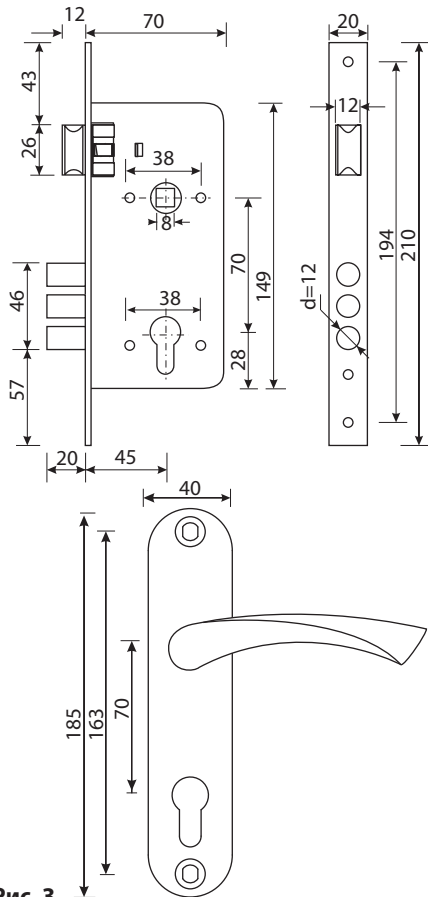

Рис. 3
2. Определите место установки замка и нанесите разметку в соответствии с размерами замка (Рис. 3)